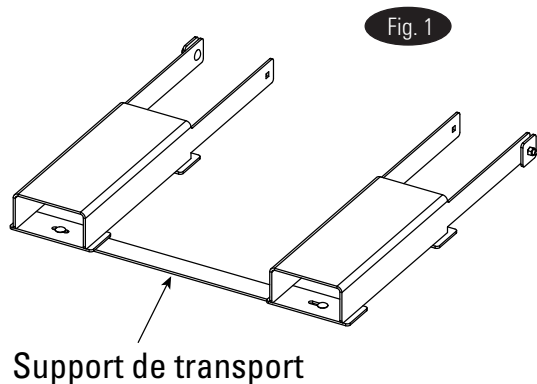

Fig. 1
1. Déballez le pont élévateur dans la zone d'utilisation souhaitée. Retirez et jetez l'emballage de protection, ainsi que le support d'expédition non peint, Fig. 1.